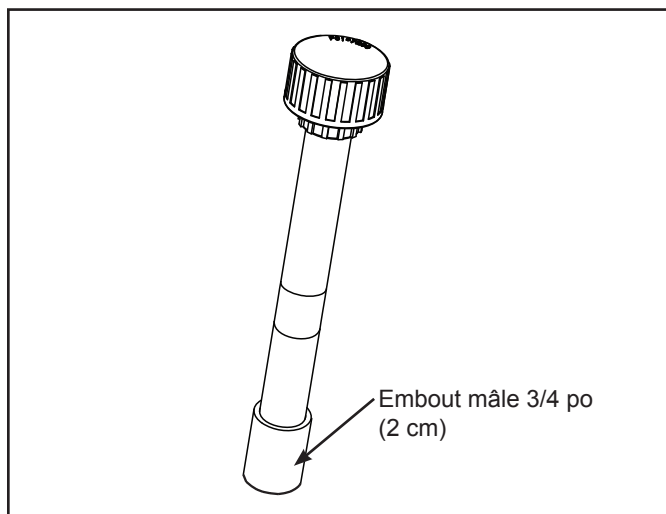

Figure 1. Embout mâle pour flexible 3/4 po (2 cm)
- À l'aide d'un raccord ou d'un réducteur de tuyau standard, coller le tube d'entrée d'eau existant de la cartouche sur le bout uni de 3/4 po (2 cm) qui est fixé à l'ensemble de tuyau flexible inclus. Se reporter à la Figure 1.